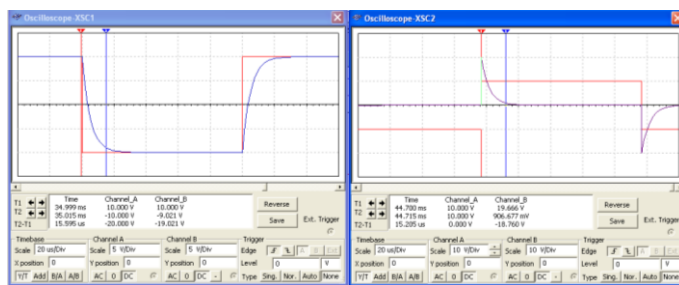

Рис. 29. Результаты исследования временных характеристик в схеме с емкостью
- с помощью осциллографов измерить параметры входного, выходного и напряжения на конденсаторе (рис. 29);